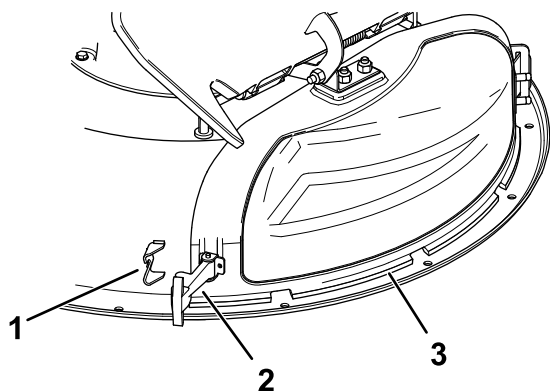

Figura 11
3. Liberare il dispositivo di chiusura flessibile dal relativo fermo sul coperchio dello scarico e aprite il coperchio dello scarico verso destra (Figura 11).
6. Fissate il coperchio dello scarico al piatto di taglio agganciando il dispositivo di chiusura flessibile, presente sul coperchio dello scarico, all'apposito fermo sul piatto (Figura 11).